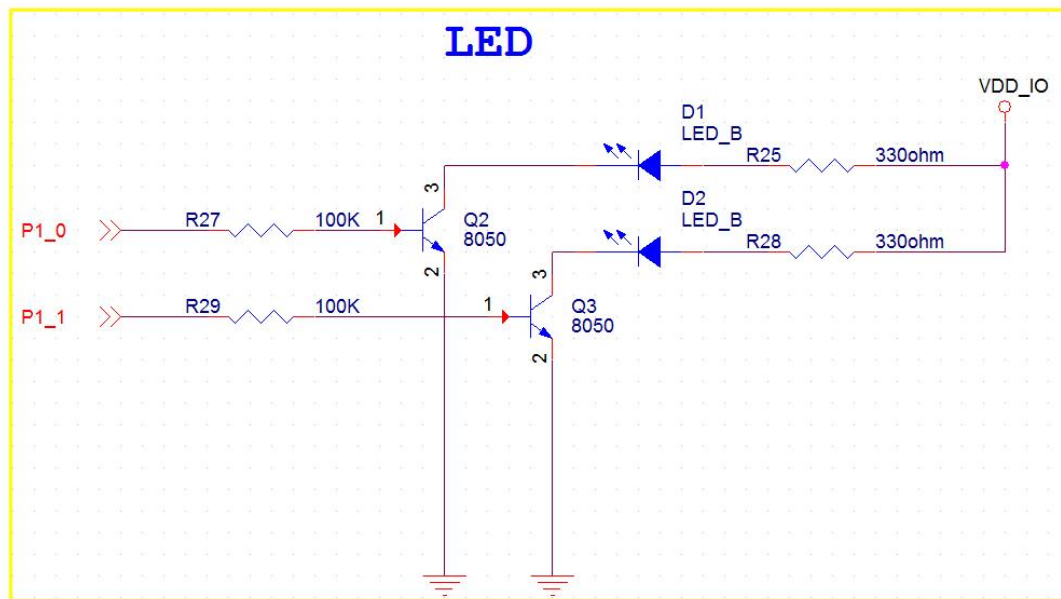

图 4.1 ZigBee 节点 LED 电路图
3、实验讲解：我们先来看看 ZigBee 传感节点的 LED 部分原理图：如图 4.1 所示：